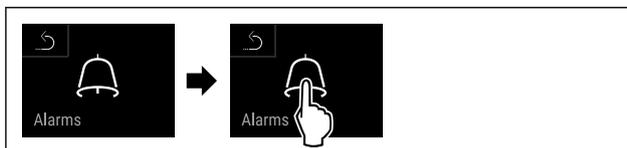

Fig. 152
- ▶ Handlungsschritte (siehe Fig. 152) durchführen.